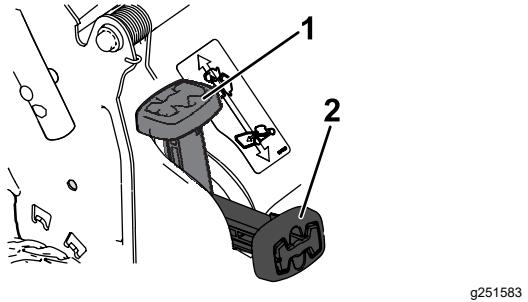

Figura 13
- **Para ensacar los recortes de hierba y hojas,** presione el botón de la palanca de ensacado a demanda y mueva la palanca hacia delante hasta que salte el botón de la palanca (Figura 13).